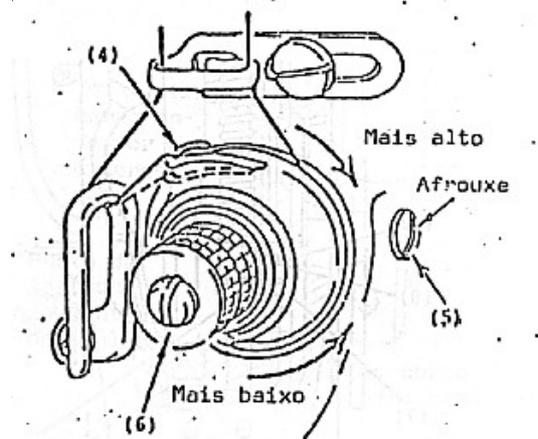

Fig. 3
Gire a plia da máquina vagarosamente na direção da operadora. Quando a alavanca do estica-linha começar a subir, a mola de tensão (4), Fig. 3, desce ligeiramente e retorna a sua posição mais elevada. Depois, quando a alavanca do estica-linha se aproximar do ponto mais elevado do seu curso, a mola de tensão (4) deve ser levada ao ponto mais baixo, formando o ponto. Quando a alavanca desce, a mola de tensão (4) volta à posição de descanso.
Afrouxe o parafuso (5) Fig. 3. Gire o pino (6) Fig. 3 (ao mesmo tempo girando todo o conjunto da tensão) para a esquerda para abaixar a mola de tensão encurtando o seu movimento, ou para a direita para levantar a mola, e assim, aumentar o seu movimento. Aperte firmemente o parafuso (5).